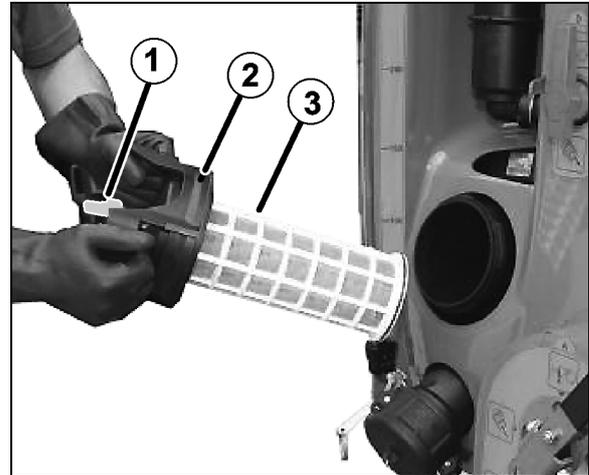

Fig. 152
Limpiar diariamente el filtro de aspiración (Fig. 152) después de limpiar la pulverizadora de campo.
1. Soltar la tapa del filtro de aspiración (Fig. 152/2).
2. Retirar la tapa con filtro de aspiración (Fig. 152/3) y limpiar con agua.